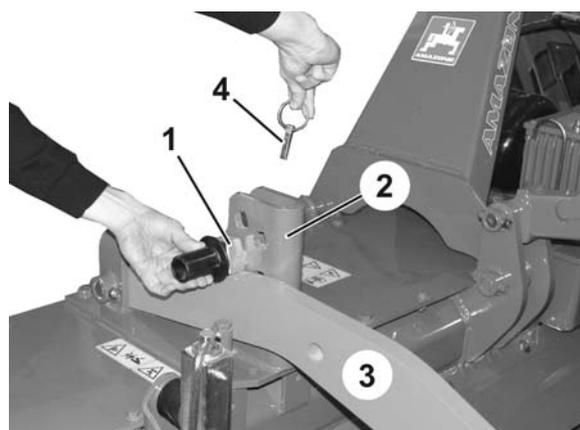

Fig. 25
1. A l'aide de l'attelage hydraulique trois points du tracteur, relevez l'outil de préparation du sol jusqu'à ce que les bras porteurs (Fig. 25/3) libèrent les trous du coude (Fig. 25/2) destinés à accueillir les axes de réglage de profondeur (Fig. 25/1).
3. Enlevez la goupille (Fig. 25/4).